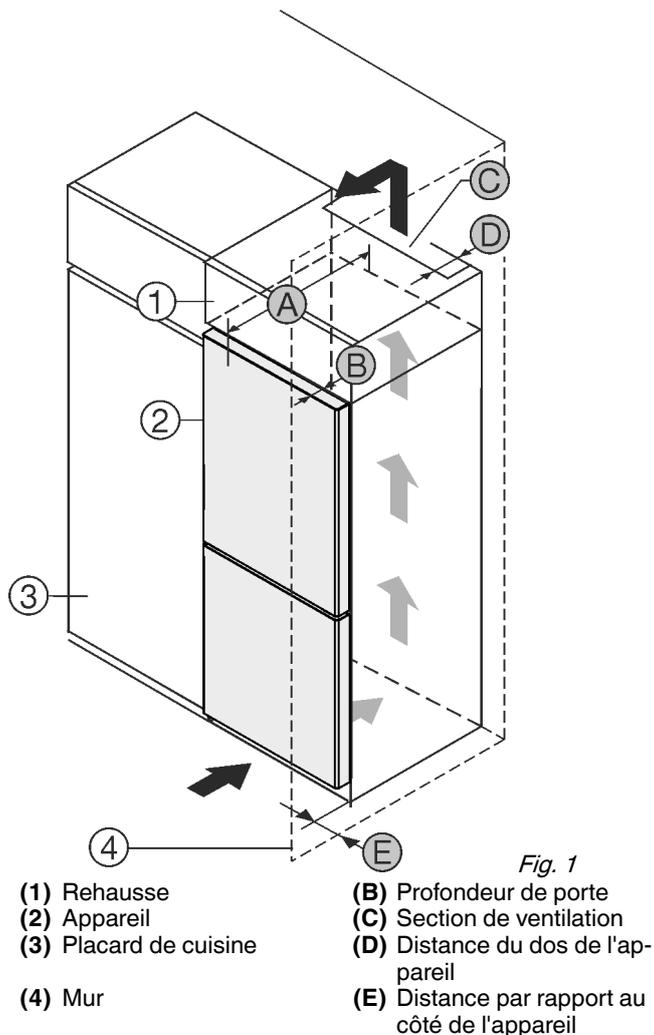

Fig. 1
Installer l'appareil directement à côté du placard de cuisine Fig. 1 (3).\*
Une sortie d'air avec la profondeur Fig. 1 (D) doit être présente au dos de la rehausse sur toute sa largeur.
La section de ventilation Fig. 1 (C) sous plafond doit être respectée.
Si l'appareil avec les charnières est installé près d'une paroi Fig. 1 (4), la distance entre l'appareil et la paroi doit être de 40 mm min. Ceci correspond à la saillie de la poignée avec la porte ouverte.
Pour pouvoir ouvrir complètement les portes, l'appareil doit déborder de la profondeur de la porte Fig. 1 (B) par rapport à la façade du placard. L'appareil peut déborder encore plus en fonction de la profondeur des placards Fig. 1 (3) et de l'utilisation de cales d'épaisseur.\*
Pour pouvoir ouvrir complètement les portes, l'appareil doit déborder de la profondeur de la porte (B) par rapport à la façade du placard. L'appareil peut déborder encore plus en fonction de la profondeur des placards Fig. 1 (3) et de l'utilisation de cales d'épaisseur.\*